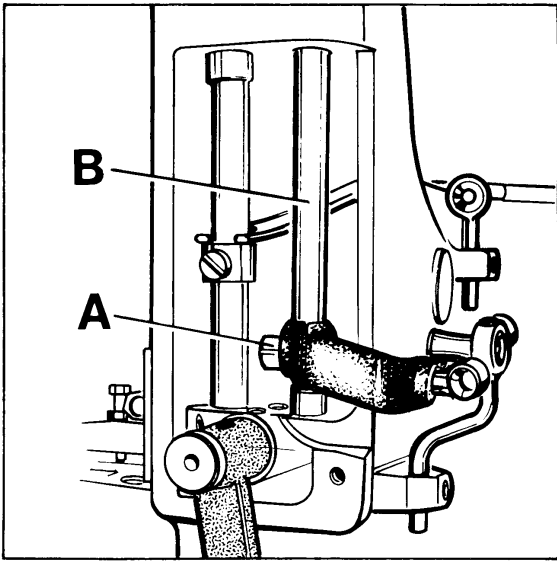

Fig. 10
If an adjustment is necessary loosen clamp screw (A, Fig. 10) in the needle bar connection and move the needle bar (B) up or down, as required. Care should be taken not to disturb the alignment of the needle bar when making this adjustment. Retighten clamp screw.
Ist eine Einstellung notwendig, lösen Sie die Klemmschraube (A, Fig. 10) im Nadelstangenmitnehmer und schieben Sie die Nadelstange (B) entsprechend nach oben oder unten. Beachten Sie, daß bei dieser Einstellung die Ausrichtung der Nadelstange nicht verändert wird. Ziehen Sie die Klemmschraube wieder an.